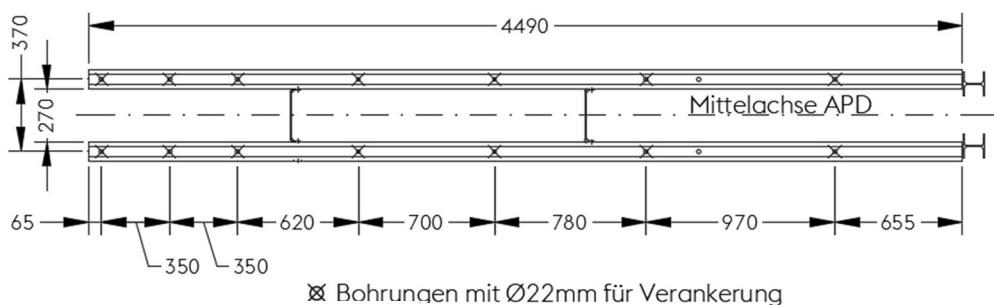

Abbildung 9
**Hinweis:** Es hat sich bewährt, zuerst je 2 Verankerungsbohrungen an jeweiligen Enden der Gleitschienen entsprechend Abbildung 9 auszuführen und die Gleitschienen provisorisch mit vier durch die Gleitschienen, nur zur Hälfte in den Untergrund geschraubte, Ankerschrauben TSM A22 zu fixieren.
Die Positionen der je 7 Bohrungen Ø22mm pro Gleitschiene mit einer Bohrtiefe von  $163\pm3$ mm sind in Abbildung 9 ersichtlich.
Beide Gleitschienen werden mit je 7 Sechskantschrauben M16x35 FK 4.6 und Scheiben 40x18x4 an den Asphaltkern verschraubt (siehe Abb.9).